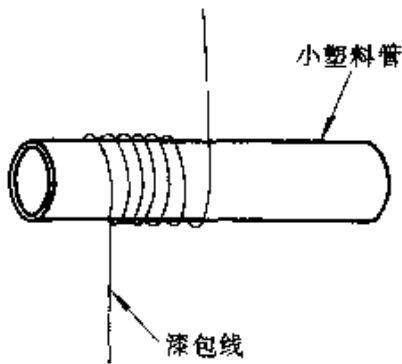

图 3-111
(1) 自制干簧管式继电器
① 取一段小塑料管,其内部直径比干簧管略大,其长度与干簧管玻璃体长度相当。如图 3-111 所示,用直径 0.1 mm 的漆包线在小塑料管上密绕 1500~2000 圈作为继电器线包。